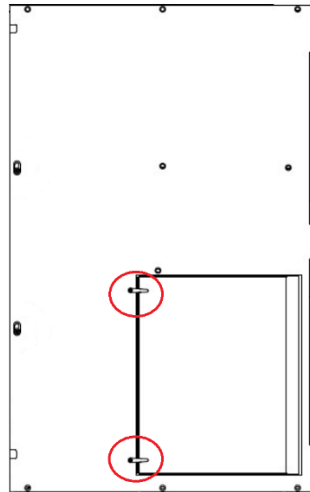

Figur 37: Skru to lange bolte i venstre sideramme
5. Skru to af de lange bolte ind i rammen på venstre side, se Figur 37. Husk at der skal være et mellemrum på mindst 10 mm mellem rammen og bolthovedet til nøglehullet.